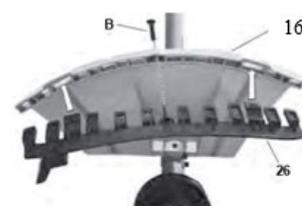

Fig.3-3
1. Quando si utilizza la testina in nylon, la protezione aggiuntiva deve essere sempre installata con la lama di taglio. (Fig.3-3, Fig.3-4)
- Fissare la protezione aggiuntiva (26) con la vite (B). (Fig. 3-3)